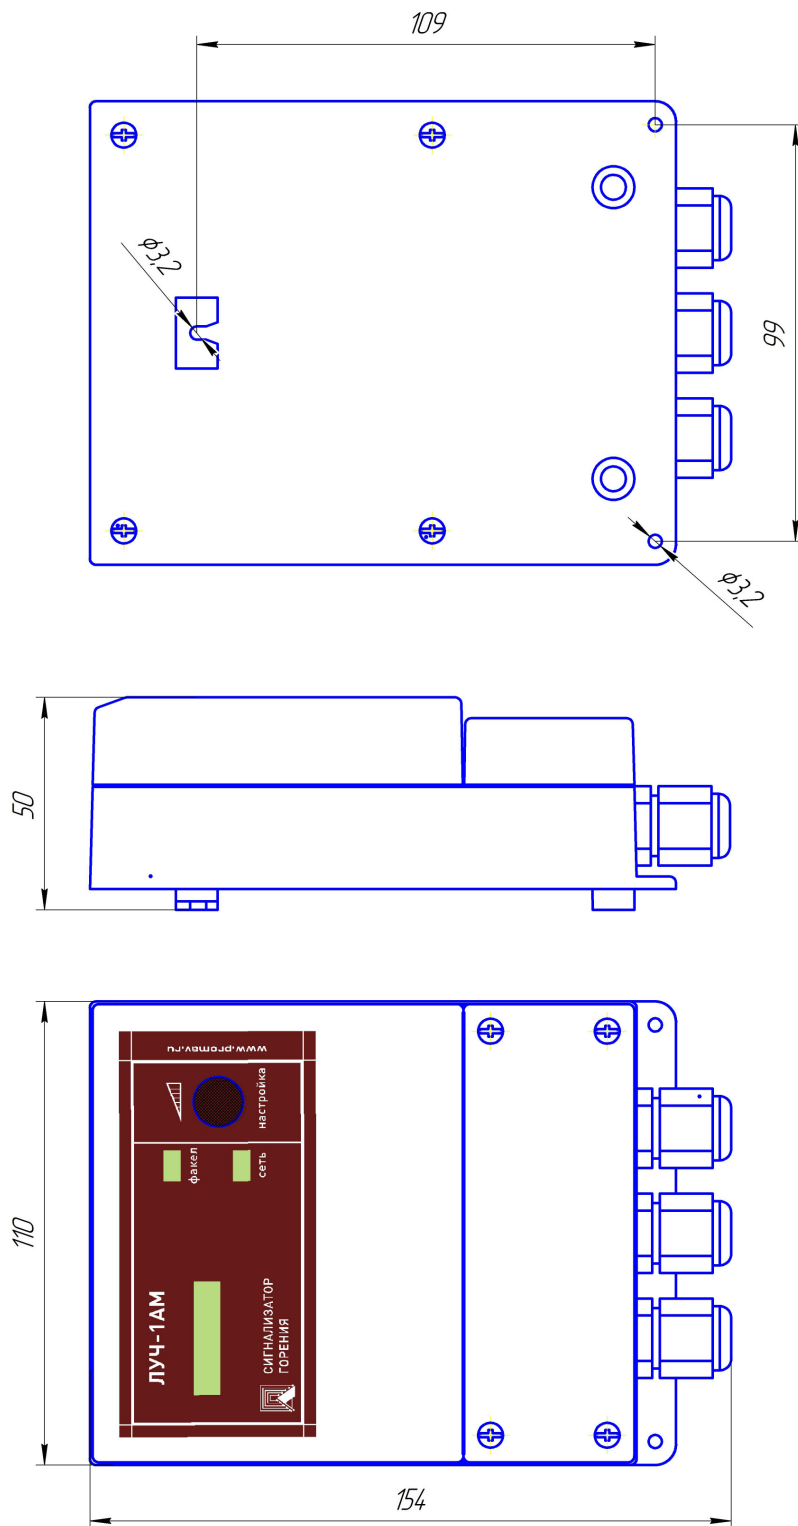

Рис.1.2. Сигнализатор ЛУЧ-1АМ исп. 033.
- Рис. 1.2. Сигнализатор ЛУЧ-1АМ исп. 033. Габаритный чертеж.